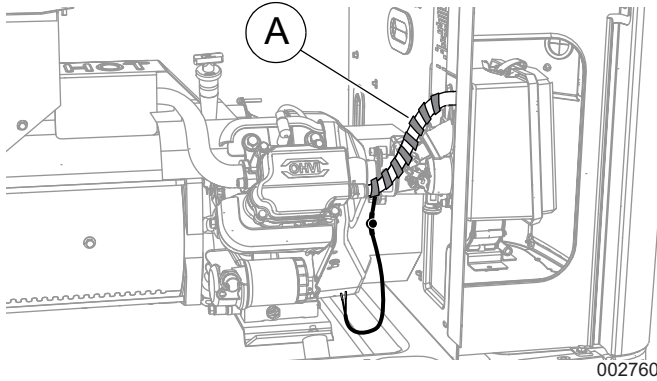

Figura 3. Envoltura de la manguera del generador (9 kW)
1. Vea la **Figura 3**. Enrolle el calefactor con el respiradero (A) alrededor de la manguera del respiradero, con una separación uniforme tal y como se muestra, con los cables conductores en la parte inferior. Una vez instalado, envuelva el calentador y manguera del respiradero con cinta de silicona (provista) para fijar el calentador.